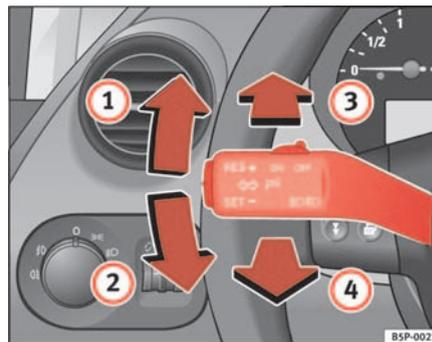

Fig. 79 Levier des clignotants et de l'inverseur-codes
- Soulevez le levier jusqu'en butée ⇒ page 118, fig. 79 ① pour actionner les clignotants **droits** ou abaissez-le jusqu'en butée ② pour actionner les clignotants **gauches**.
- Tournez la commande d'éclairage en position ③.
- Poussez le levier vers l'avant ⇒ page 118, fig. 79 ③ pour allumer les feux de route.